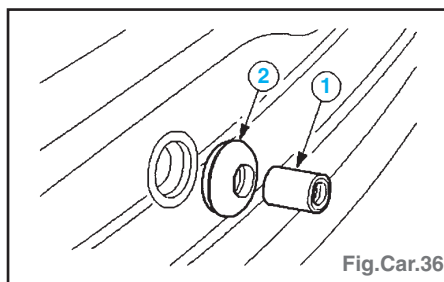

Fig.Car.36
- Déposer la douille d'axe de moteur d'essuie-glace de lunette arrière (Fig.Car.36) :